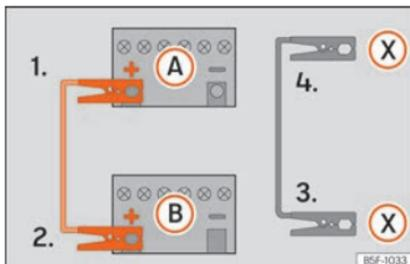

Abb. 83 Anschlusschema für Fahrzeuge mit Start-Stopp-System.
- 4b. Bei Fahrzeugen mit Start-Stopp-System: ein Ende des schwarzen Starthilfekabels (X) an einen geeigneten Masseanschluss, ein massives, fest mit dem Motorblock verschraubtes Metallteil oder an den Motorblock selbst anklemmen »» **Abb. 83.**
5. Klemmen Sie das andere Ende des schwarzen Starthilfekabels (X) im Fahrzeug mit der entladenen Batterie an ein mit dem Motorblock verschraubtes, massives Metallteil oder an den Motorblock selbst, aber so weit wie möglich von der Batterie (A) entfernt an.